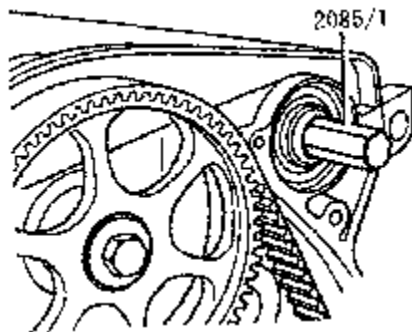

图 4-92 将螺栓拧入凸轮轴
②如图 4-92 所示，用手尽可能将螺栓 2085/1 拧入凸轮轴，为油封拆卸器导向。拧油封拆卸器 2085 的内部件，使之伸出外部件约 3mm，然后用滚花螺钉锁止。